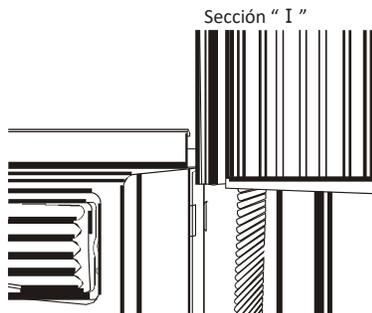

Figura 2
B. Deslice la sección "1" del extremo libre del panel directamente en el bastidor, como se muestra en la Figura 2. Deslice el panel hacia abajo. Asegúrese de dejar suficiente espacio para que la parte superior e inferior del marco puedan pasar por las guías del bastidor.